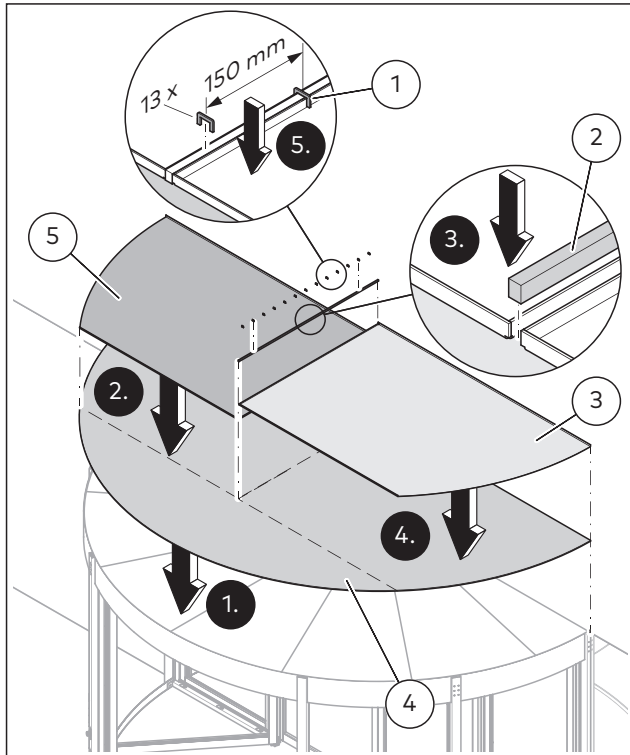

Abb. 126 Montage der Holzdecke und der ersten 2 regendichten Verkleidungsteile
1. Die Holzdecke (Abb. 126/4) an der vorbereiteten Außendecke montieren.
2. Klebstoff auf die Holzdecke unter dem ersten Verkleidungsteil auftragen (Abb. 126/5). Die Abdeckung auf dem Kleber und an seiner endgültigen Stelle platzieren.
3. Fugendichtband (Abb. 126/2) neben der Abdeckung anbringen.
4. Klebstoff auf die Holzdecke unter dem zweiten Abdeckteil auftragen (Abb. 126/3). Die Abdeckung auf dem Kleber an seiner endgültigen Stelle platzieren. Das Fugendichtband zwischen den beiden Abdeckungen zusammendrücken.
5. Die Abdeckungen wie abgebildet alle 150 mm mit Klemmen (Abb. 126/1) verbinden.